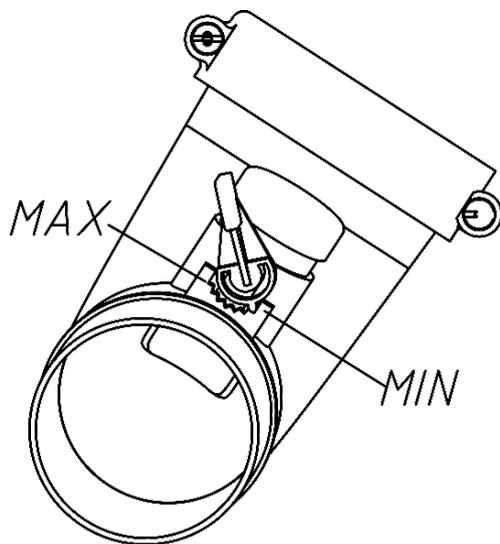

Fig 10
(1) Polvo. Regule la descarga cambiando la posición de la barra de polvo en los tres orificios del brazo de roca Ver Fig.10.